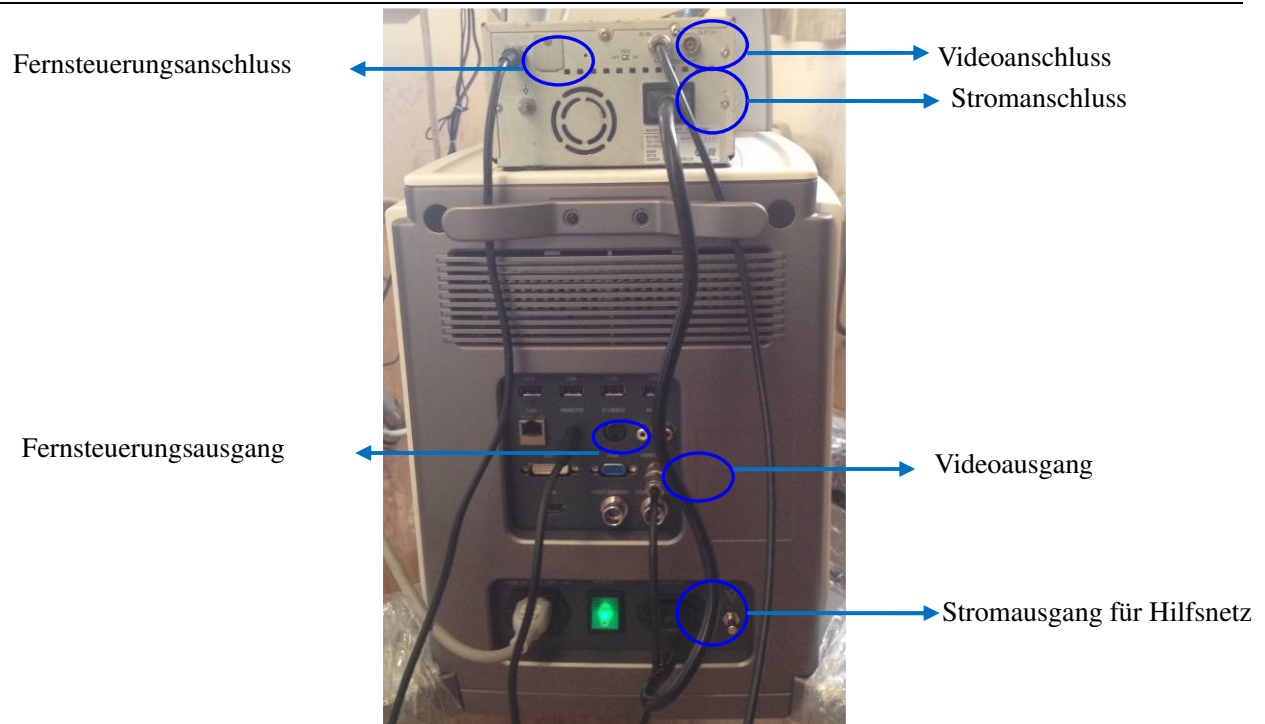

Abb. 3-3
- 1) Es werden drei Kabel benötigt: ein Fernsteuerungskabel, ein Videosignal-Kabel, ein Stromkabel. Siehe Abbildung 3.3.
- 2) Stecken Sie das Fernsteuerungskabel in die Fernsteuerungsanschlusssstelle auf der Rückwand des Ultraschallsystems. Siehe Bild in Abb. 3-3.
- 3) Stecken Sie das Videosignalkabel in die Videoanschlusssstelle auf der Rückwand des Ultraschallsystems. Siehe Bild in Abb. 3-3.
- 4) Stecken Sie das Stromkabel in die Stromsteckdose des Hilfsstromnetzes auf der Rückwand des Ultraschallsystems. Siehe Bild in Abb.3-3.